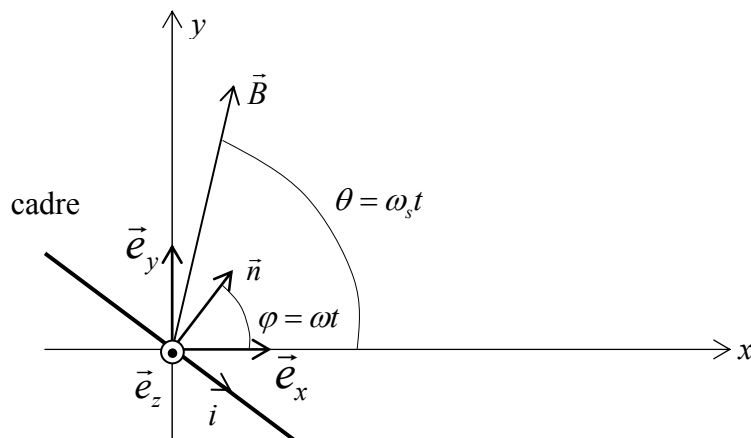

Figure 12 : modélisation du rotor
7/ Le rotor, modélisé par un cadre conducteur rectangulaire de surface S orientée selon la normale \vec{n} tourne autour d'un axe (Oz) avec une vitesse angulaire ω ($\omega \geq 0$) (figure 12).
7.2.1/ Etablir l'équation différentielle vérifiée par le courant $i(t)$ induit dans le cadre. L'orientation de l'intensité du courant induit est indiquée sur la figure 12 sur laquelle la spire est vue de dessus.